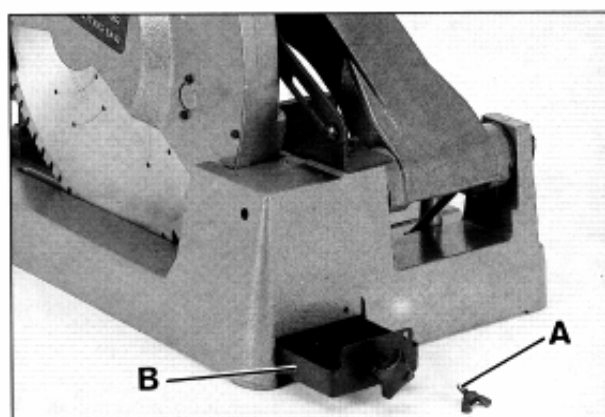

Abb.19
ATTENTION: La vis de butée (A) ne doit pas être serrée trop enfoncée, car, dans ce cas, la lame découperait le bac de copeaux (B), Fig.19. Veiller à ce que la vis de butée soit toujours à la bonne hauteur avant de mettre la machine en marche.
Dévisser la vis (A), Fig.19, retirer le bac (B) pour le nettoyer. Remettre celui-ci en place et resserrer la vis.